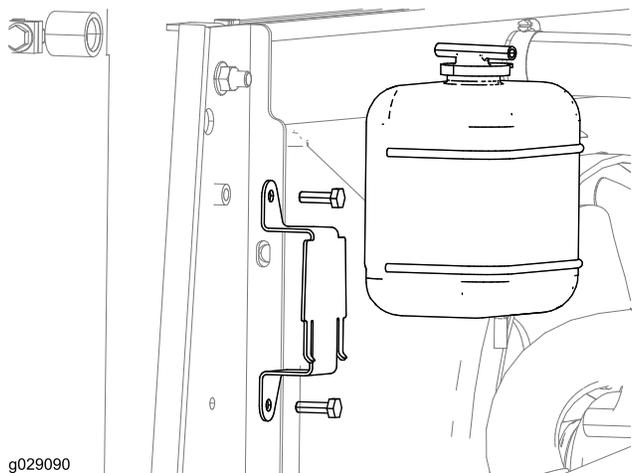

Рисунок 3
5. Снимите расширительный бачок радиатора и кронштейн с машины, как показано на Рисунок 3.